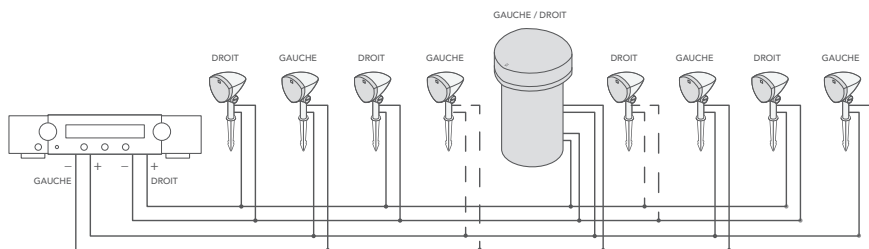

Figure 4
4. Faites passer le câble de l'enceinte dans la tranchée comme décrit dans les instructions de câblage à la section 6 « Installation des enceintes satellites » à la page suivante et à la section 7 « Installation du subwoofer ». Nous recommandons de laisser 335 à 400 mm (14 à 16 po) de fil supplémentaire par enceinte afin que le fil ne se plie pas et ne se tiraille pas lorsque vous recouvrez le fil de terre dans la tranchée. La figure 4 représente le câblage d'un système complet à l'aide d'un amplificateur stéréo.
- Une fois toutes les enceintes et le subwoofer correctement connectés, assurez-vous que l'amplificateur/le récepteur est hors tension. Connectez les fils gauche/droite de l'enceinte aux bornes positive (+) et négative (-) correspondantes de l'amplificateur/le récepteur (voir le schéma de câblage de l'amplificateur à la Figure 4).